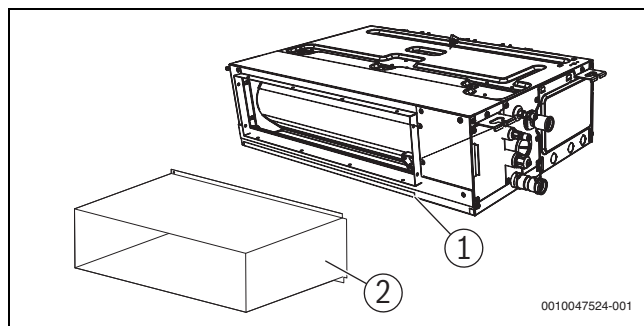

Fig. 10
- Si le panneau de sortie d'air ne se situe pas à proximité de l'unité et doit être raccordé à la bride de sortie d'air de l'unité via une gaine d'air en métal, coller une éponge sur la surface de contact de la tôle d'acier pour en assurer l'étanchéité et l'isolation thermique. (→ figure 10).